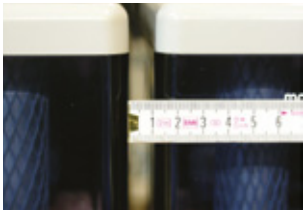

Abb. 5-13: 10 mm Abstand zwischen den Batteriezellen
3. Verschieben Sie die Blöcke (bzw. Zellen) seitlich, bis der Abstand ca. 10 mm beträgt (Abb. 5-13). Falls Verbinder zum Einsatz kommen, geben diese den Abstand vor. Beim seitlichen Verschieben der Batterien im Gestell nicht mittig drücken, sondern im Bereich der (steiferen) Ecken. Nur von Hand drücken, keinesfalls Werkzeug benutzen!